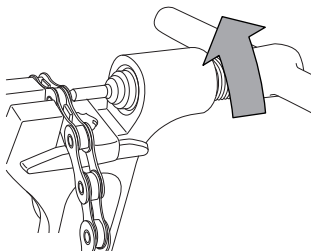

Abb.3
- Das Werkzeug soweit zuschrauben, bis der Stift vollständig aus dem Loch des Kettengliedes ausgetreten ist (Abb. 3).